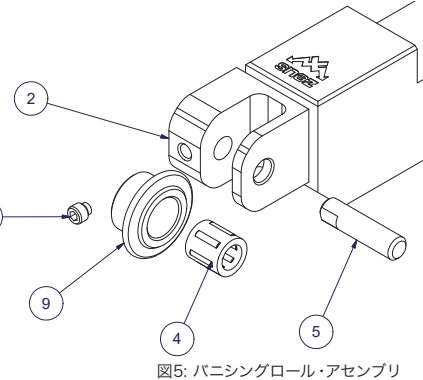
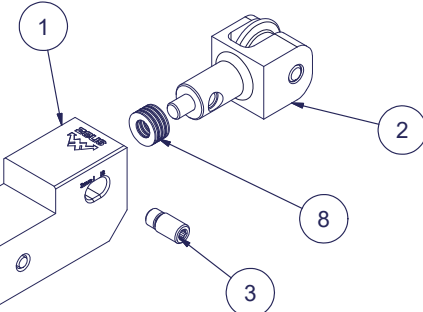
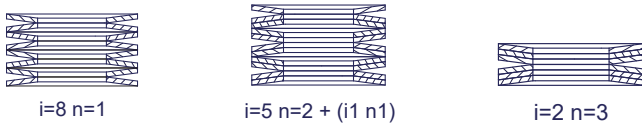
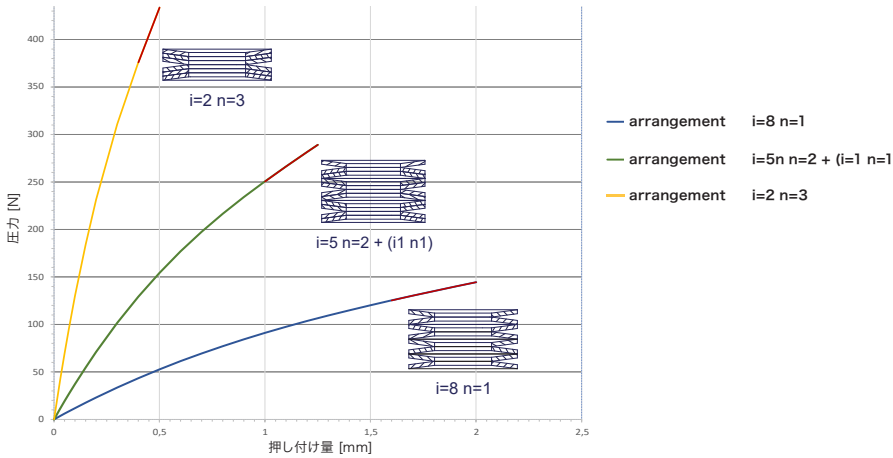

図5: バニシングロール・アセンブリ
図6: バニシングツールヘッド・アセンブリ
図7: スプリング・アセンブリの標準以外のバリエーション
図11: ばね特性曲線
② バニシングロールの取付
バニシングロールの取り付けや交換を行う際は、まず留めねじ（図5、⑥）を緩める必要があります。その後、ピン（図5、⑤）を取り外すことができます。続いて、ロール（図5、⑨）とニードルベアリング（図5、④）をツールヘッドのスロットから取り外します。取り付けの際は、ロール取付方向が正しいか確認し、留めねじによってピンの平面部が確実に固定されていることを確認してください。
③ バニシングツールヘッド組立
バニシングツールヘッドはモジュール式であり、交換可能です。交換の際は、まずストップユニットを完全に取り外し（図6、③）、続いてスプリングアセンブリと共にバニシングツールヘッドを取り外してください。
④ スプリングアセンブリの交換
摩耗などによりスプリングアセンブリを交換する場合は、まずストップユニット（図6、③）を完全に緩めてください。そうすることで、バニシングツールヘッド（図6、②）とスプリングアセンブリ（図6、⑧）を取り外すことができます。
注: スプリングアセンブリの標準的な構成では、一列に配置して取り付けます（図7）。
新しいスプリングアセンブリを通常通りまたは別の構成にて（図7参照）、ツールヘッドの軸上に配置できます（図6）。その後、スプリングアセンブリ（図6、⑧）を取り付けたツールヘッドをホルダーに戻し、ストップユニット（図6、③）で固定してください。
スプリング圧力は、設備による押し付けを介して作用します（第3章、参照3を参照）。各種材料に対応する機械パラメータの目安については、表1で確認できます。用途に応じてより大きなスプリング圧力が必要な場合は、スプリングアセンブリの配置を変更して取り付けることが可能です（図7および図11を参照）。